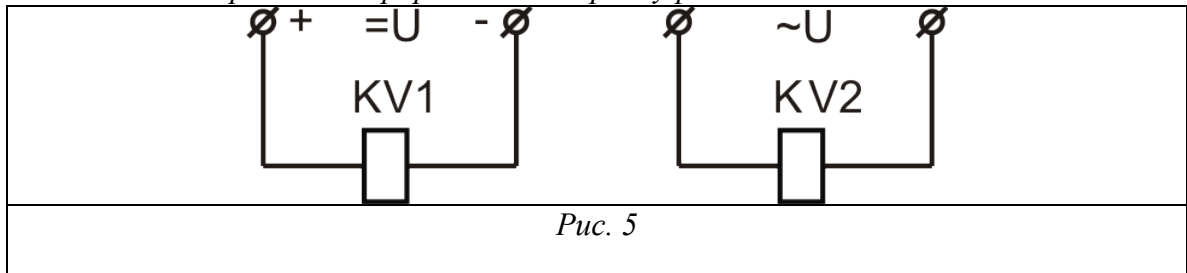

Рис. 5
5. Определить состав схемы (рис. 5), найти элементы схемы на щите. Собрать схему управления, проверить работу. Собрать силовую схему, проверить работу двигателя в процессе пуска. Продемонстрировать работу
5. Определить рабочий ток АВВ, собрав схему рис. 5, время срабатывания теплового расцепителя (или теплового реле – по указанию преподавателя). Установить токи перегрузки в 2, 5, 7, 10 раз больше, чем рабочий ток, определить время срабатывания аппарата защиты. Построить времятоковую характеристику. Продемонстрировать проведенную работу
5. Определить состав схемы (рис. 5), найти элементы на щите. Собрать схемы, включая поочередно электромагнитное, электромагнитное и пневматическое реле времени. Определить выдержки времени каждого реле. Объяснить и продемонстрировать настройку реле
6. Определить состав схемы (рис. 5), найти элементы на щите. Собрать схемы, включая поочередно реле постоянного и переменного тока. Определить токи срабатывания и отпускания каждого реле, рассчитать коэффициент возврата реле. Объяснить и продемонстрировать настройку реле
5. Определить состав схемы (рис. 5), найти элементы схемы на щите. Собрать схему, проверить работу двигателя. Продемонстрировать работу